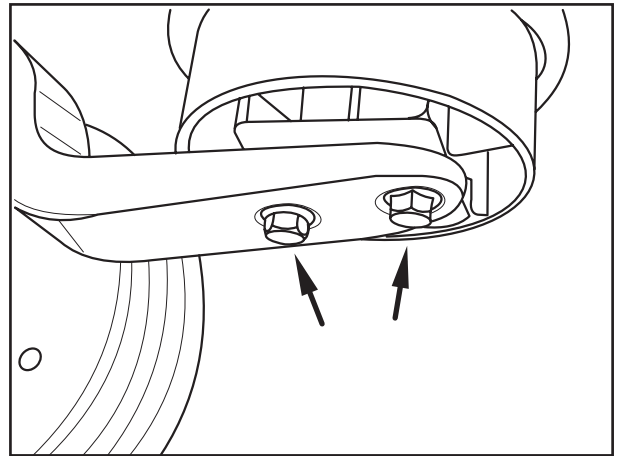

Fig. 1
- [4] Untere Luftfederbalgbefestigung (Fig. 1/Pfeile) demontieren.
- [4] Remove bottom air bag attachment (Fig. 1/arrows).
- [4] Démonter la fixation inférieure du coussin d'air (fig. 1/flèche).